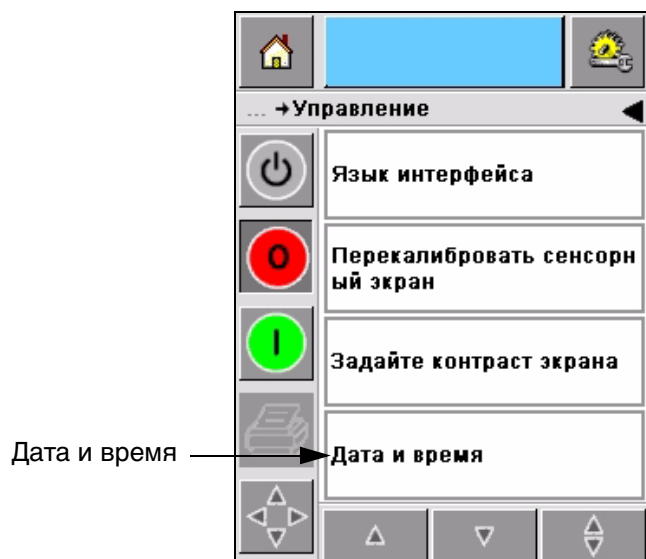

Рисунок 5-23: Экран управления
- 1 На Главной странице нажмите Сервис -> Настройка -> Управление. Появится экран Управление (Рисунок 5-23).
- 2 Выберите *Дату и время* из списка (Рисунок 5-23).